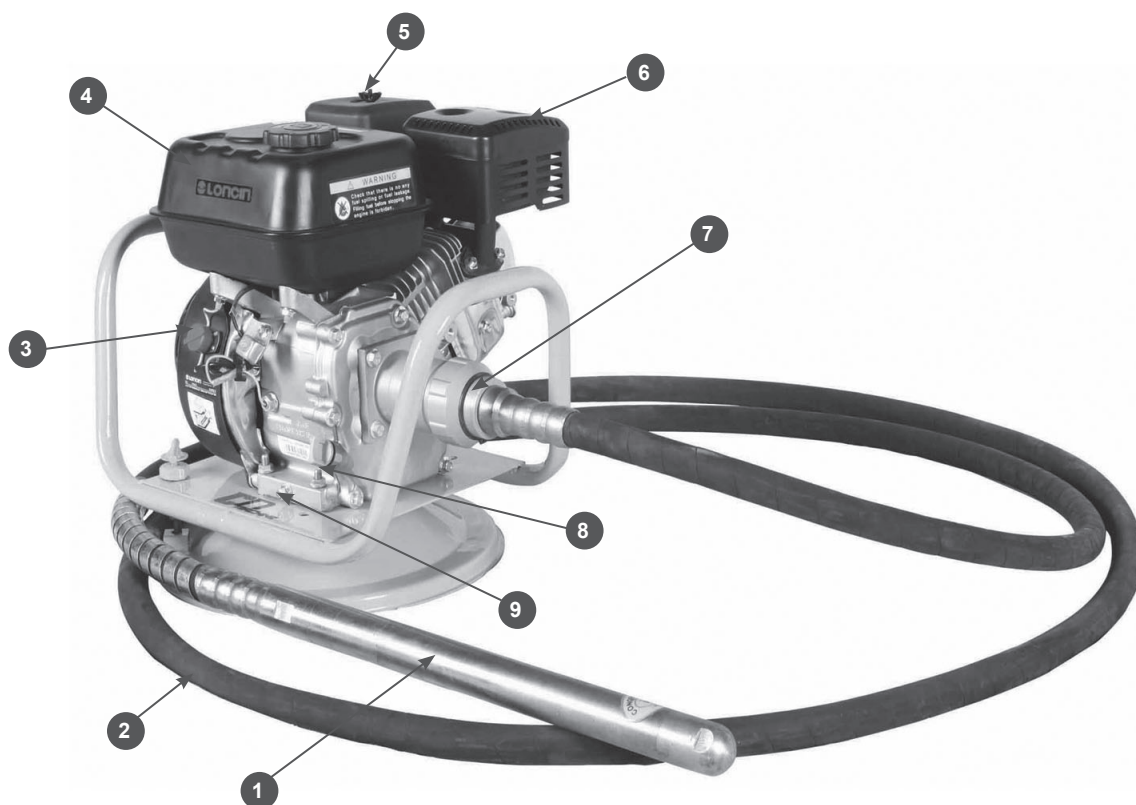

Рис.1
1. Установите выключатель зажигания(3) Рис.1 в положение Включено (ON).